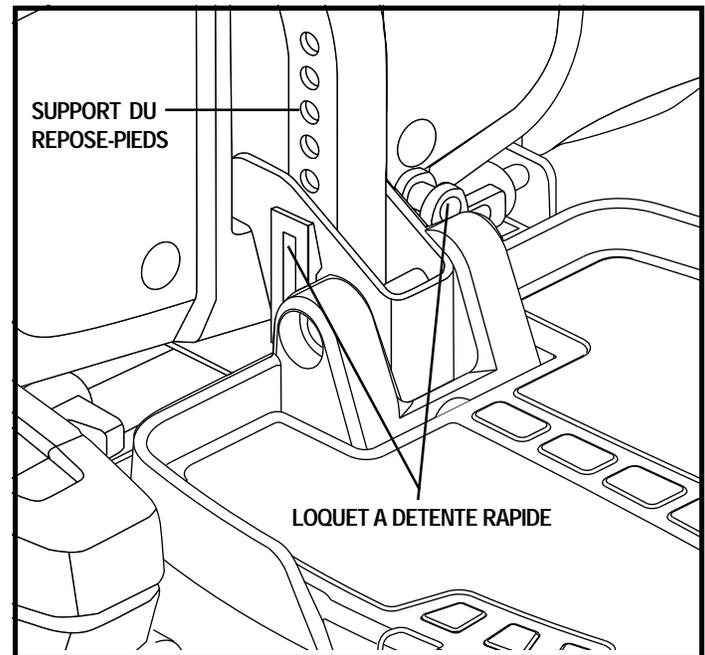
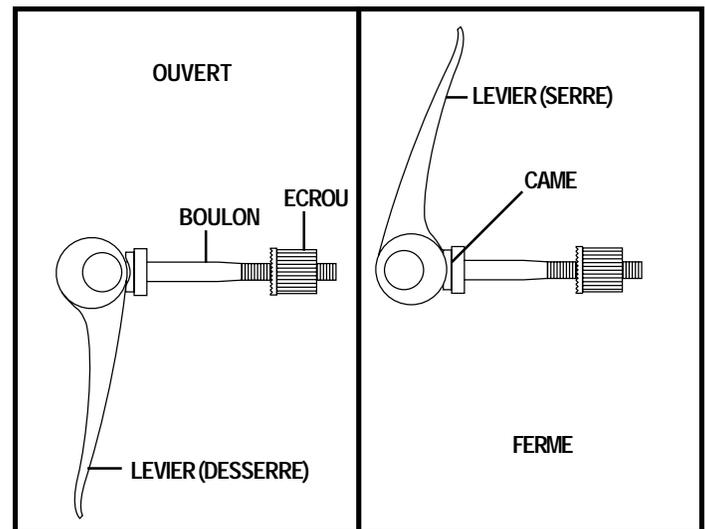

Figure 18. Ajustement du repose-pieds
Figure 19. Loquet à détente rapide
1. Détendez et retirez les loquets à détente rapide du support du repose-pieds. Voir la figure 18.
1. Appuyez sur le bouton pression du loquet pour le retirer de la fixation. Voir la figure 18.
Loquets à détente rapide: Le repose-pieds est fixée à la base motorisée à l'aide de deux loquets à détente rapide. Voir la figure 18. Chaque loquet est composé d'un levier à came, d'un boulon et d'un écrou. Voir la figure 19. La came à l'extrémité du levier lui permet de s'ouvrir ou de se refermer en place. Quand au loquet, il peut se desserrer ou se resserrer. Lorsque le levier est ouvert le loquet est desserré. Tandis que lorsqu'il est fermé, il est serré.